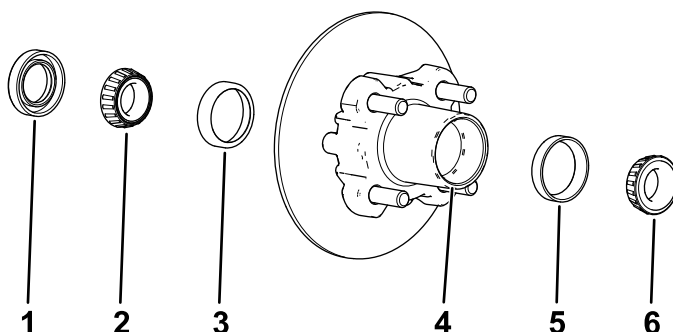

Figura 35
1. Retire o rolamento exterior e a correia do rolamento do cubo (Figura 35).
2. Retire o rolamento interior do cubo (Figura 35).
5. Limpe a cavidade do cubo de lubrificante, sujidade e detritos (Figura 35).
7. Encha a cavidade do cubo 50 a 80% com o lubrificante especificado (Figura 35).
8. Monte o rolamento interior na correia no lado interior do cubo e coloque o vedante (Figura 35).